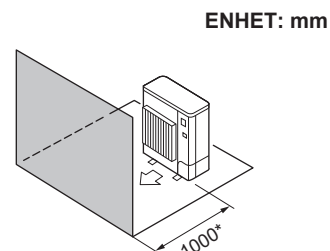

Fig. 2-10
- (4) Enbart hinder på framsidan (Fig. 2-10)